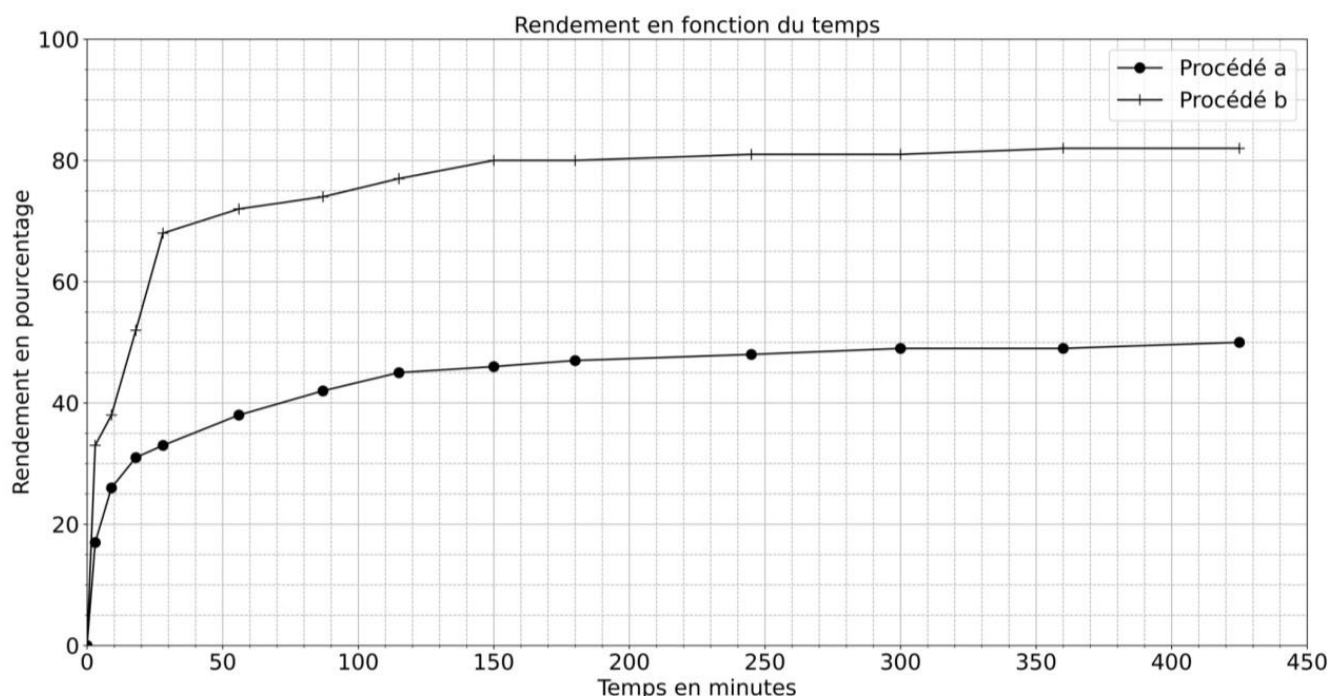

Figure 4. Évolution temporelle du rendement de la réaction d'estérification suivant le procédé a ou b.
La synthèse de lactate d'éthyle est réalisée dans un ballon équipé d'un réfrigérant. Les quantités suivantes de réactifs sont introduites dans le réacteur : 66,7 g d'éthanol et 39,1 g d'acide lactique. 0,33 g d'acide sulfurique est ajouté aux réactifs. Le milieu réactionnel est agité au moyen d'un agitateur magnétique et porté à la température de 80 °C. Le rendement en lactate d'éthyle en fonction de la durée de la réaction est représenté sur la figure 4.
La synthèse de lactate d'éthyle est réalisée de la même manière que pour le procédé a mais en ajoutant un solvant d'extraction aux réactifs. Le rendement en lactate d'éthyle en fonction de la durée de la réaction est représenté sur la figure 4.
- C.3. En utilisant la figure 4, comparer les rendements obtenus par les deux procédés et indiquer le procédé le plus efficace.